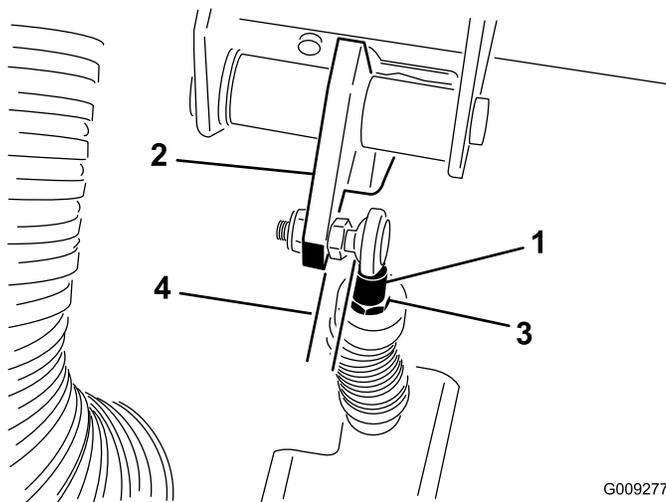

Figure 63
**Important:** La tige d'embout doit être d'équerre sur la rotule, sans vriller, et rester parallèle à la pédale d'embrayage quand l'écrou de blocage est serré (Figure 63).